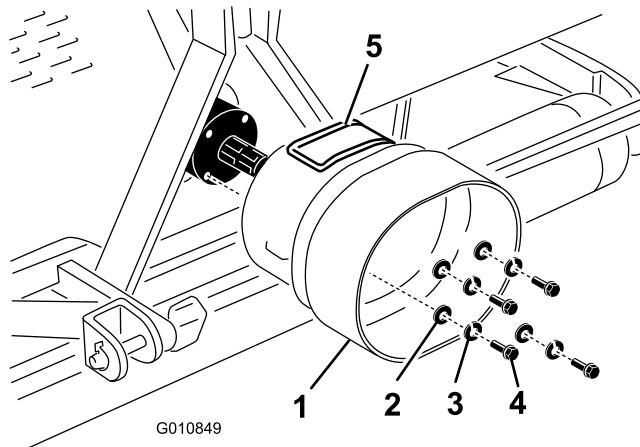

Figura 18
1. Retire os 4 parafusos, anilhas de bloqueio e anilhas planas fixadas à parte de trás da transmissão do arejador (Figura 18).
2. Monte a protecção da tomada de força na transmissão do arejador com os fixadores previamente removidos (Figura 18). Quando montar a protecção da tomada de força, certifique-se de que o painel de acesso (Figura 18) está posicionado na parte superior ou lateral, dependendo da configuração da estrutura do arejador.
Nota: O painel de acesso (Figura 18) pode ser aberto para facilitar a remoção e a instalação dos parafusos de montagem do eixo da tomada de força.